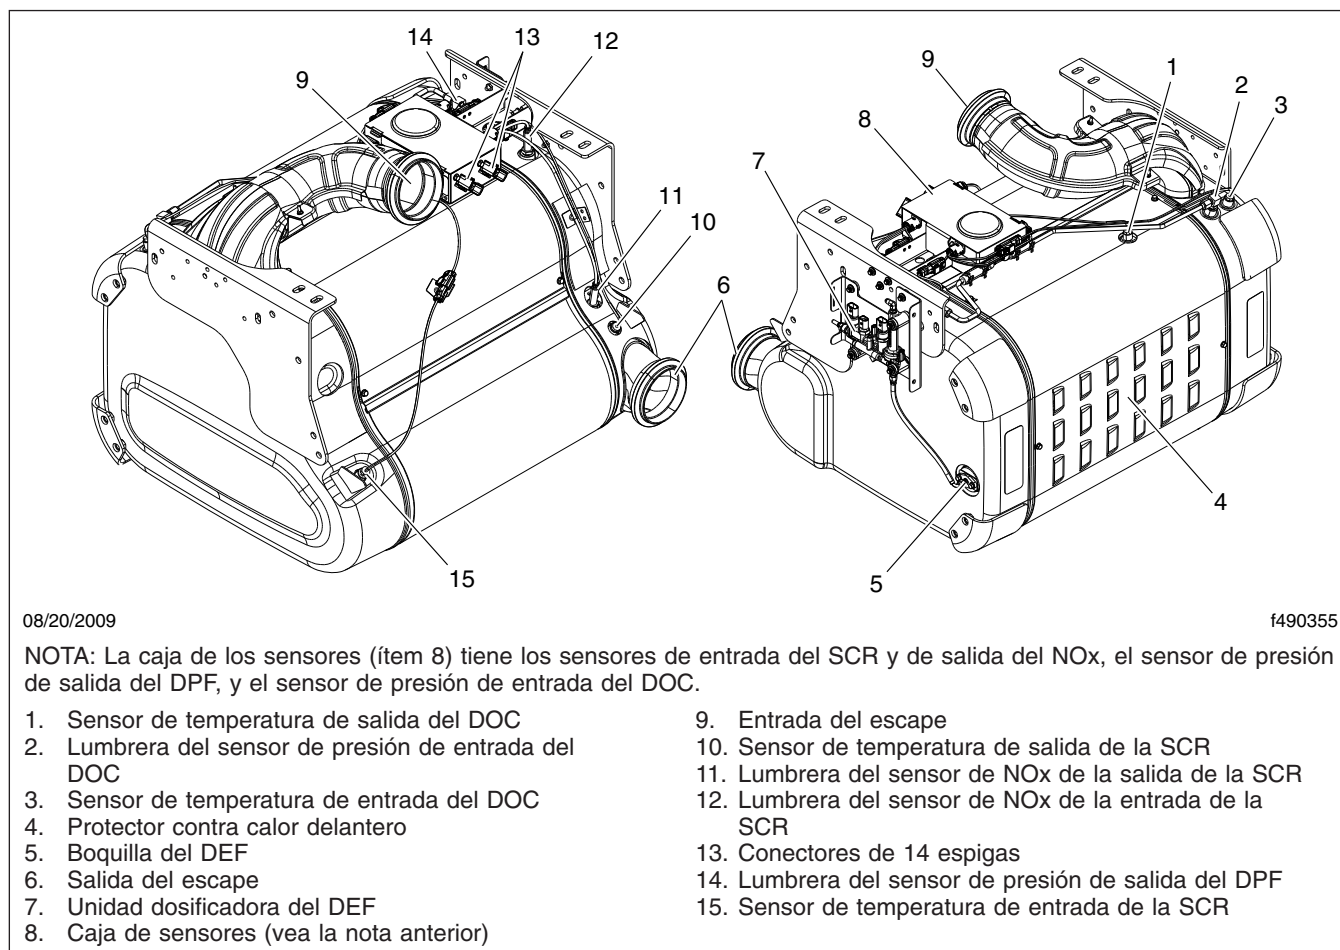
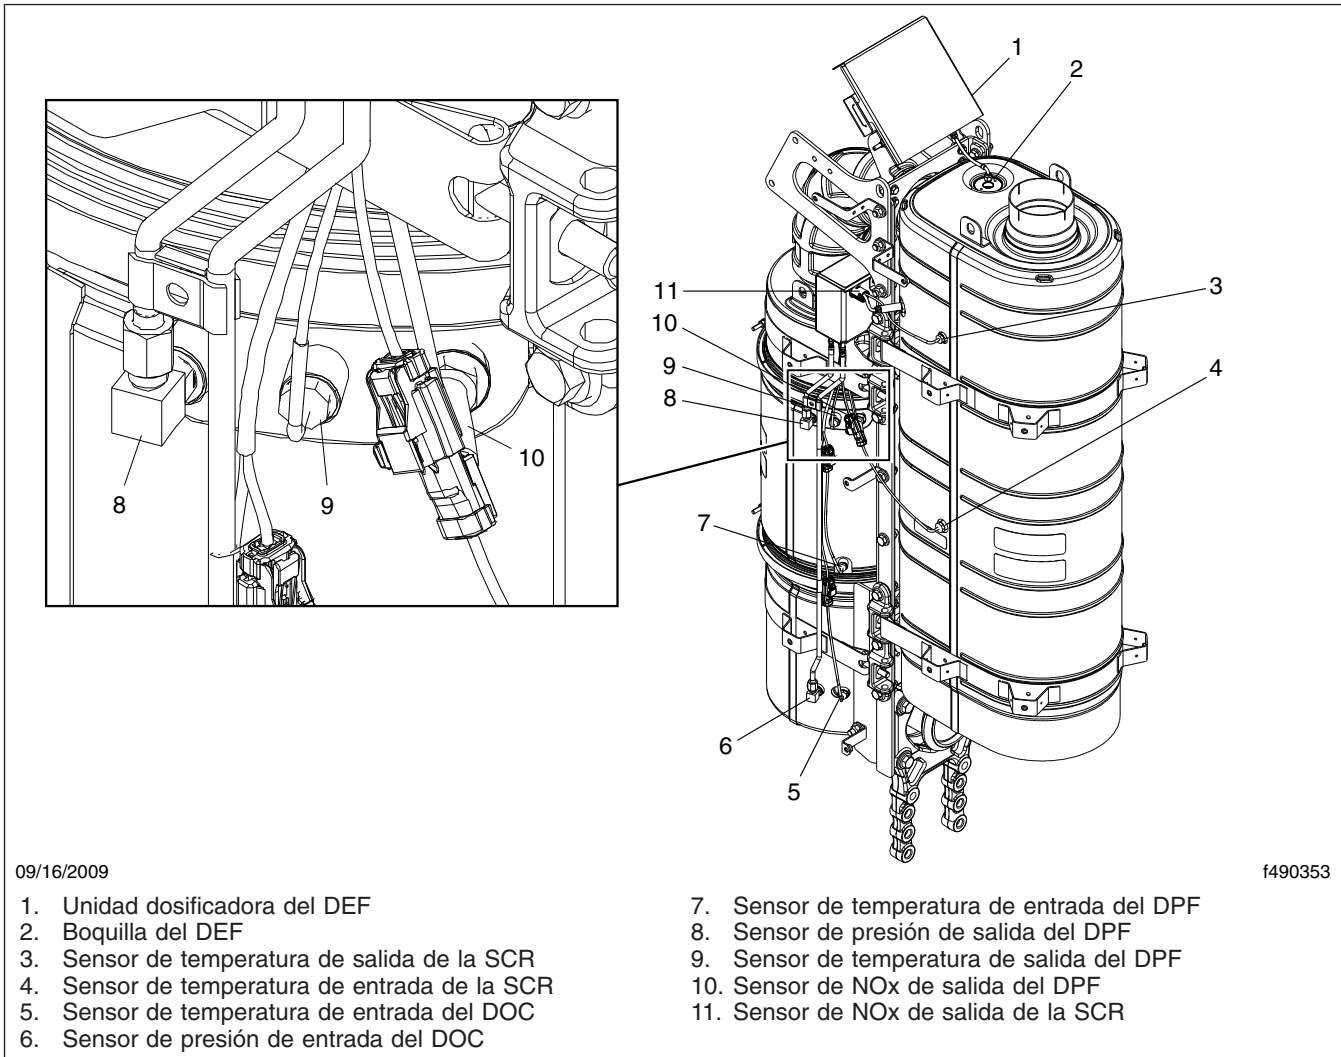
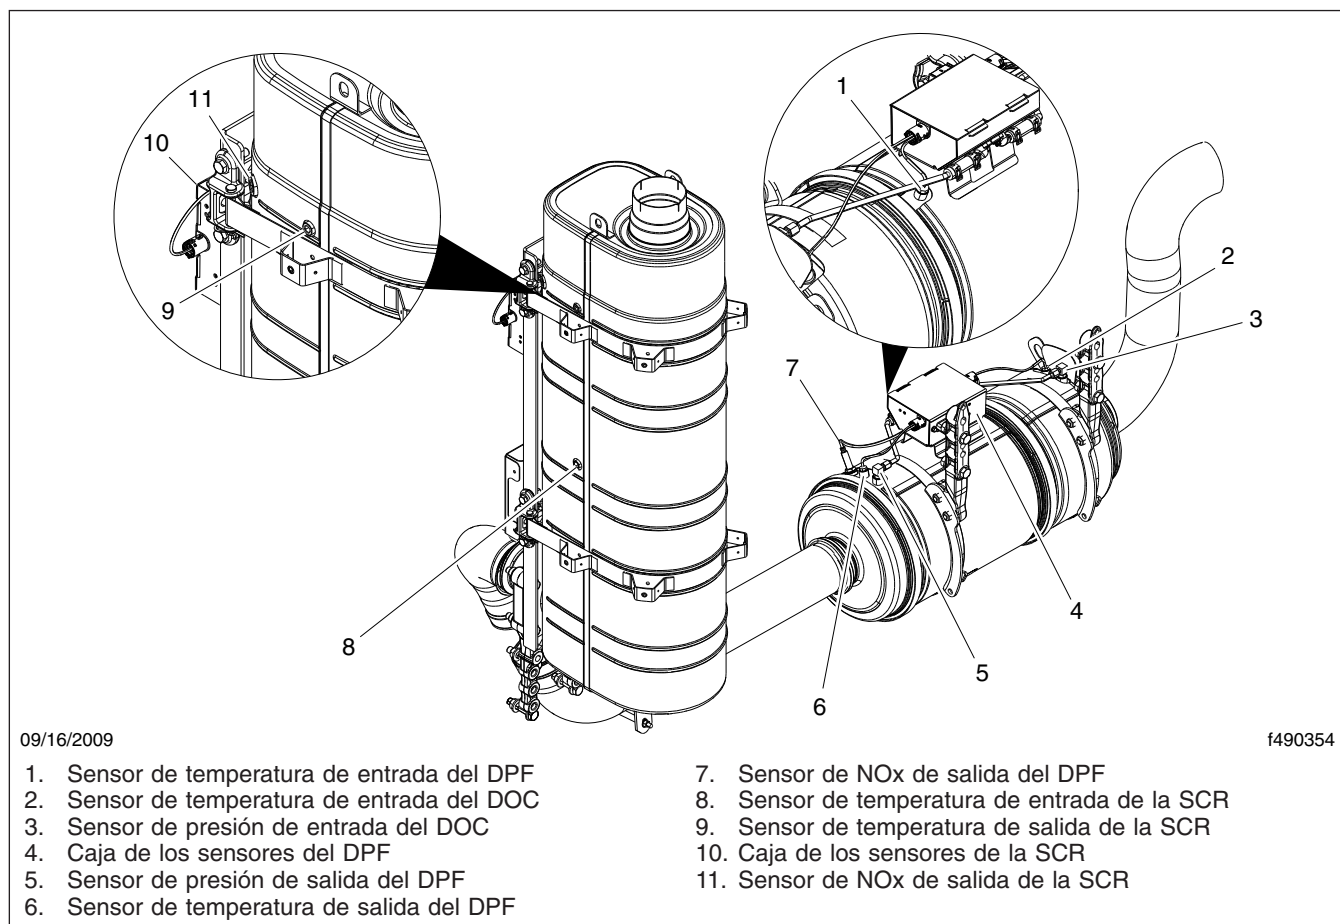

Figura 1, Ubicaciones de los sensores del ATS de una sola unidad
Figura 2, Ubicaciones de los sensores del ATS de dos unidades
Figura 3, Ubicaciones de los sensores del ATS de dos unidades 2HV
6. Revise todos los sensores conectados al ATS para ver si tienen fugas o cables dañados. No se permite ninguna fuga. Vea las ubicaciones de los sensores del ATS de Detroit Diesel en la Figura 1, la Figura 2, o la Figura 3.